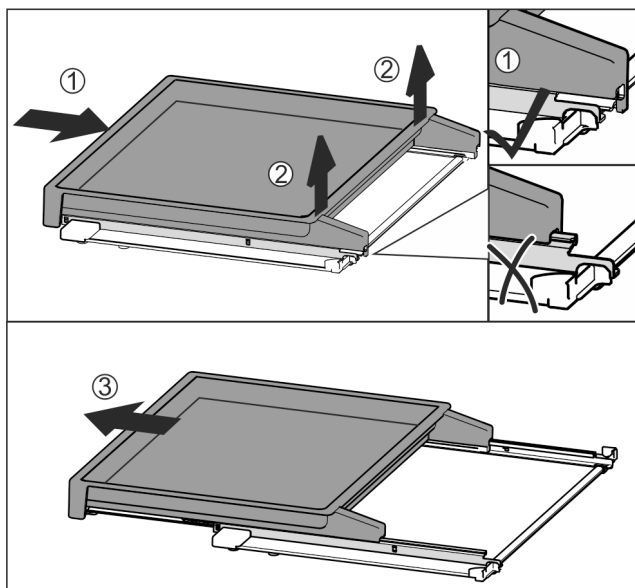

Fig. 114
- Uitschuifplateau volledig erin schuiven Fig. 114 (1).
- Vergrendeling aan de achterkant losmaken Fig. 114 (2).
- Uitschuifplateau vanaf de voorkant eruit halen Fig. 114 (3).